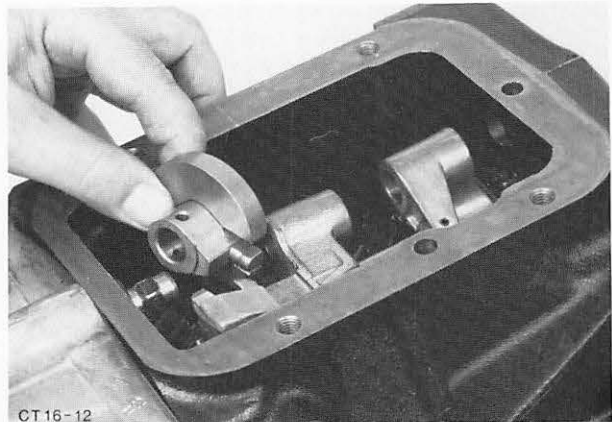

Abb. 118 Schaltfinger mit Sperrplatte montieren
56. Dichtring-Schaltwelle mit Mehrzweckfett leicht einfetten. Schaltsperrplatte vor dem Einsetzen über den Schaltfinger schieben und bündig zur Bohrung halten, anschließend eingefettete Schaltwelle vorsichtig einschieben. Abb. 118. Dabei darauf achten, daß die Spannstift-Bohrung des Schaltfingers nach hinten zeigt.